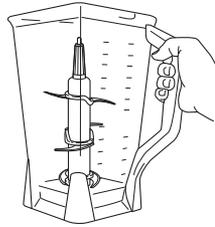

Fig. 8
- 14 Tournez le pichet dans le sens antihoraire pour l'enlever, et retirez-le ensuite de la base. (Fig. 8)